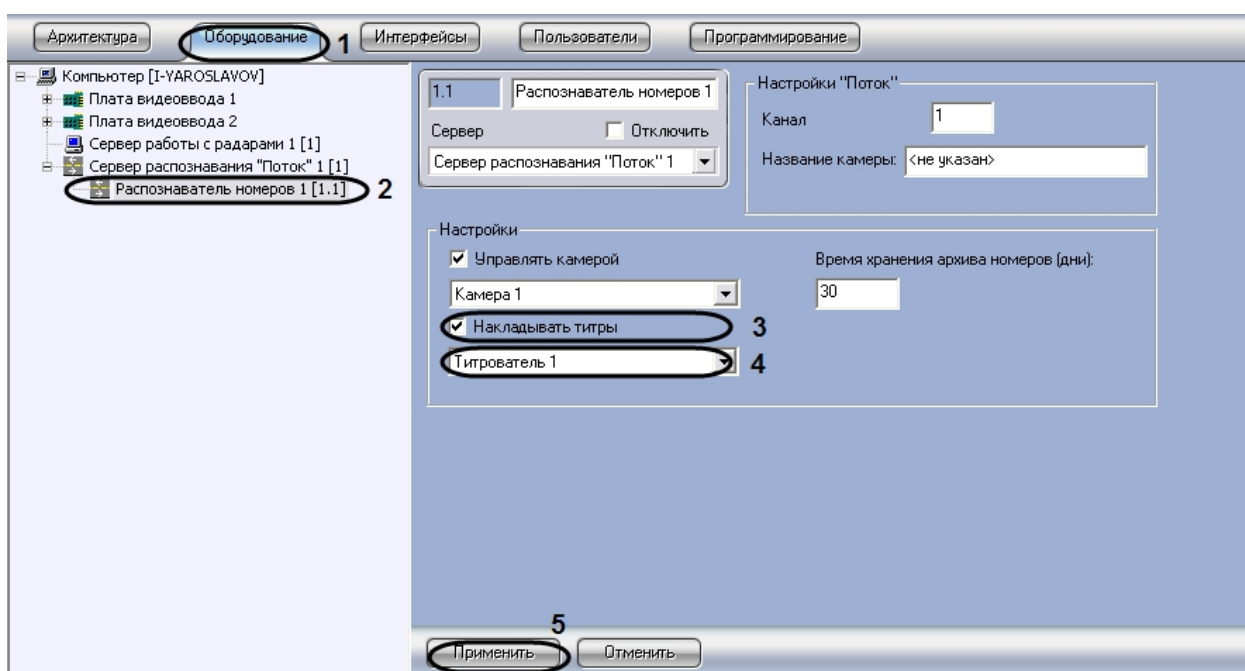

Рис. 48. Активирование функции наложения титров и выбор объекта «Титрователь» этого
2. В дереве объектов на вкладке «Оборудование» выбрать объект «Распознаватель номеров», соответствующий настраиваемому программному модулю «Поток». В правой части вкладки «Оборудование» отобразится панель настройки выбранного объекта (см. Рис. 48).